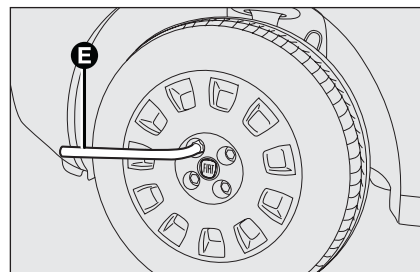

fig. 13
- allentare di circa un giro i bulloni di fissaggio, utilizzando la chiave in dotazione **E**-fig. 13; per vetture dotate di cerchi in lega, scuotere la vettura per facilitare il distacco del cerchio dal mozzo della ruota;